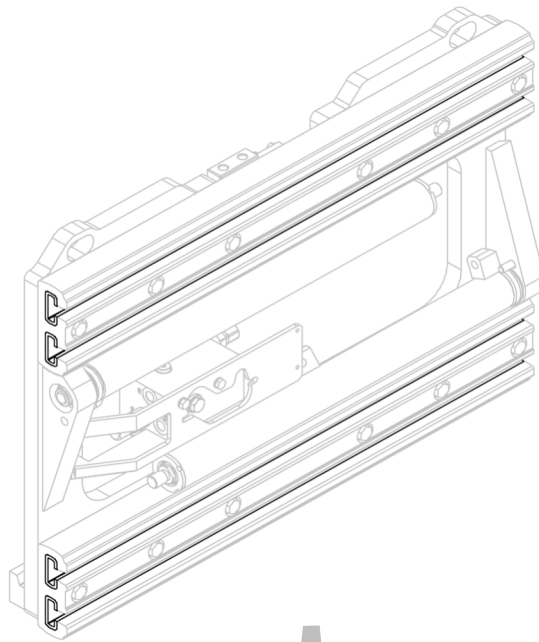
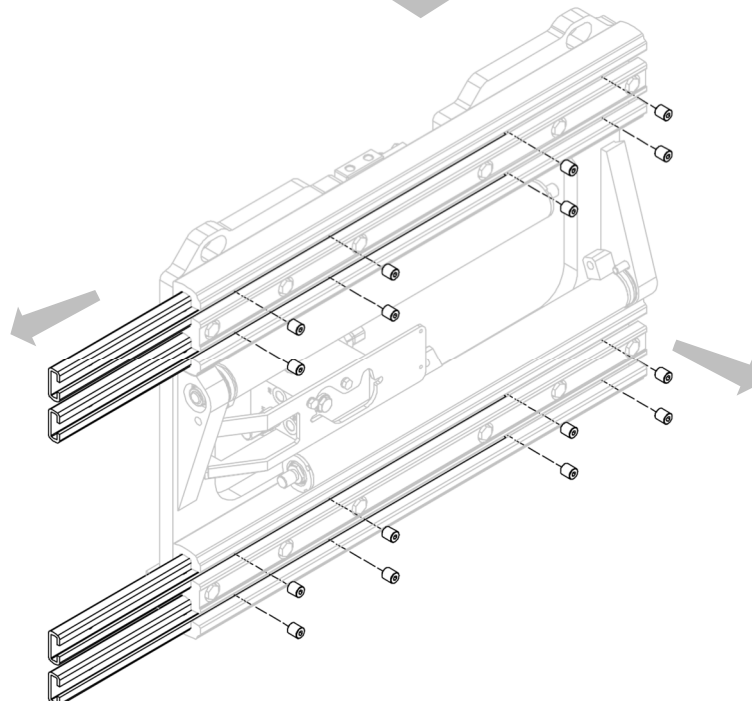

Figure 22
Figure 23
3. Retirer les bagues en nylon après avoir dévissé les grains correspondants (voir *Figure 22* et *Figure 23*).